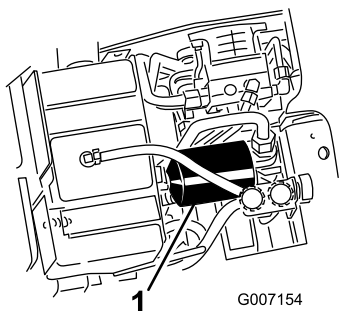

Figure 71
4. Placez un bac de vidange sous le filtre (Figure 71).
5. Enlevez le filtre à huile usagé (Figure 71) et essuyez la surface du joint de l'adaptateur.
7. Montez le filtre de rechange sur l'adaptateur (Figure 71). Tournez le filtre dans le sens horaire jusqu'à ce que le joint rejoigne l'adaptateur, puis donnez 3/4 de tour supplémentaire.